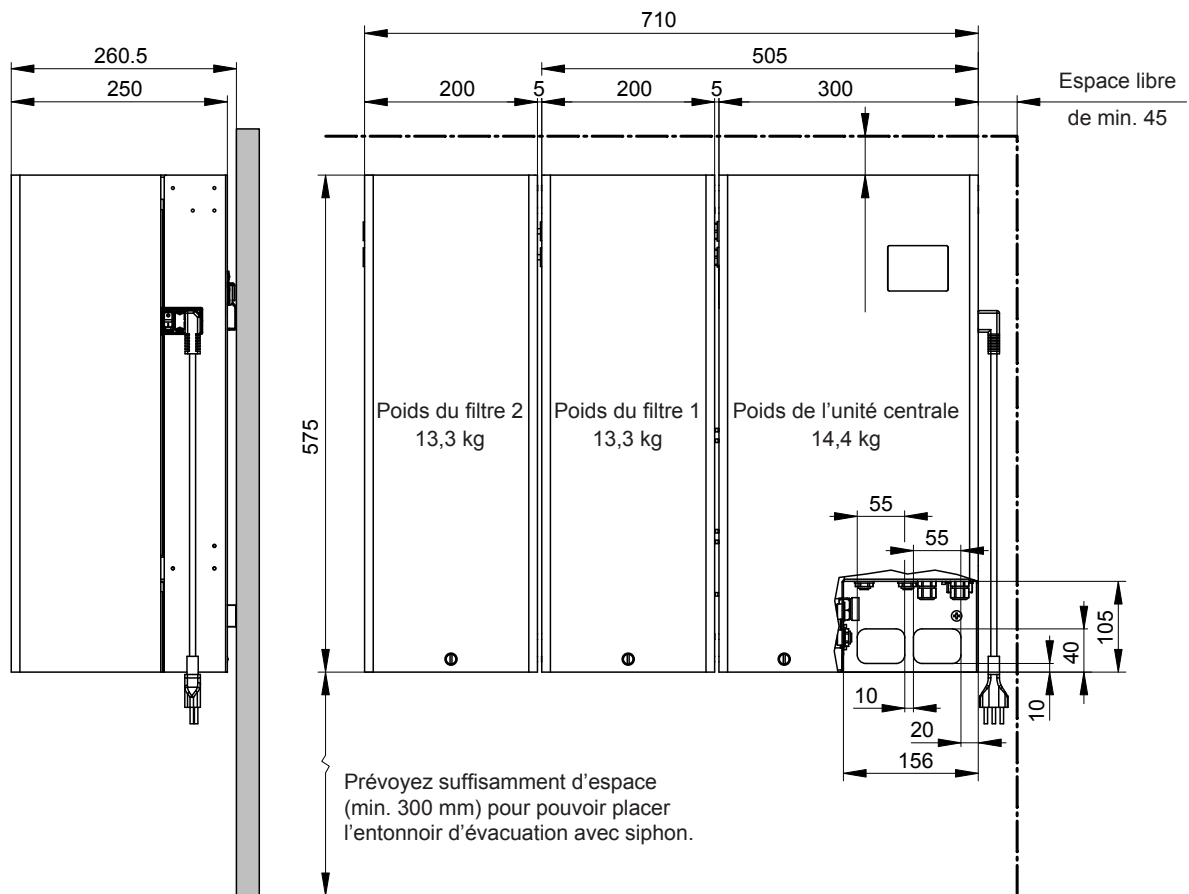

Fig. 6 : Dimensions de l'unité centrale et des filtres (en mm)
- Veillez à disposer d'une surface murale suffisamment grande pour le montage de l'unité centrale et des filtres (voir Fig. 6).
Important : le mur sur lequel sont montés l'unité centrale et le filtre doit présenter une capacité portante suffisante (voir les indications de poids à la Fig. 6) et être adapté à ce genre de fixation.